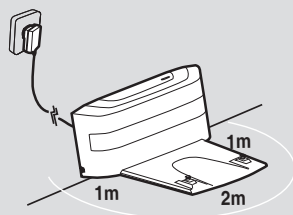

Abb. 2
Stecken Sie das Netzteil in die Steckdose und verbinden das Kabel mit der Ladestation. **[Abb. 2]**
3. Es sollten sich keine Gegenstände in einem Bereich von 2 Meter vor der Ladestation bzw. 1 Meter zu beiden Seiten befinden. **[Abb. 2]**